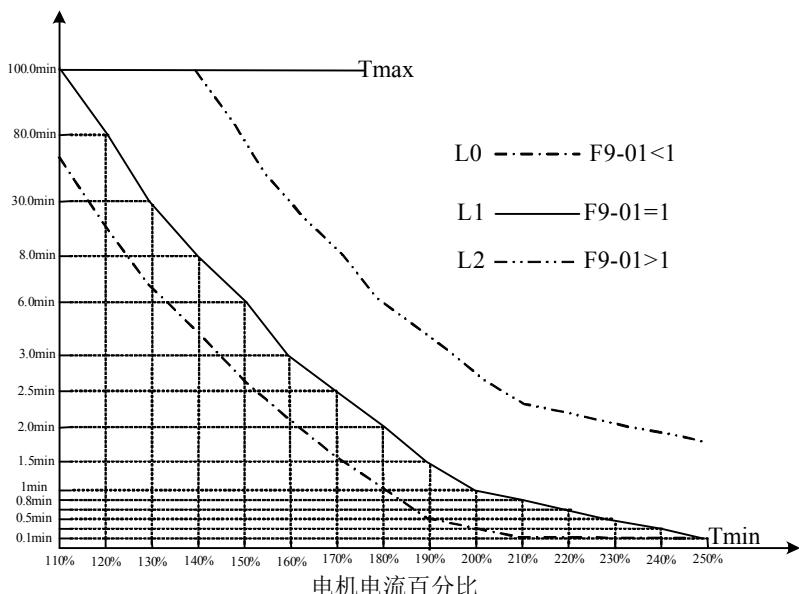

图5-21. 电机过载保护曲线
1: 有电机过载保护功能，保护时间与电机电流的关系参照图5-21。
为实现对不同电机的过载进行有效保护，需要适当设置F9-01，使用方法参照电机过载保护的反时限曲线图5-21。图中L1为F9-01=1时电机保护时间与电机电流之间的关系，当用户需要更改电机某一电流的保护时间时，只需要更改F9-01即可。时间关系为：
例：用户需要将150%额定电流的保护时间修改为3分钟时，首先在图5-21中查找到150%电机电流的保护时间为6.0分钟，则 $F9-01 = \frac{T}{T(L1)} = \frac{3}{6.0} = 0.5$ 。
例：用户需要在90%额定电流时保护时间设置为30.0min，首先在图5-21中找到L1上30.0min对应的电流为130%， $F9-35 = (130\% / 90\%) \times 100\% = 144\%$ 。注意：最小电流保护值为55%。
**过流失速：**当变频器输出电流达到设定的过电流失速保护电流（F9-06）时，变频器在加速运行时，停止加速；在恒速运行时，降低输出频率；在减速运行时，放缓下降速度，直到电流小于过电流失速保护电流（F9-06）之后，运行频率才恢复正常。详见图5-21所示。